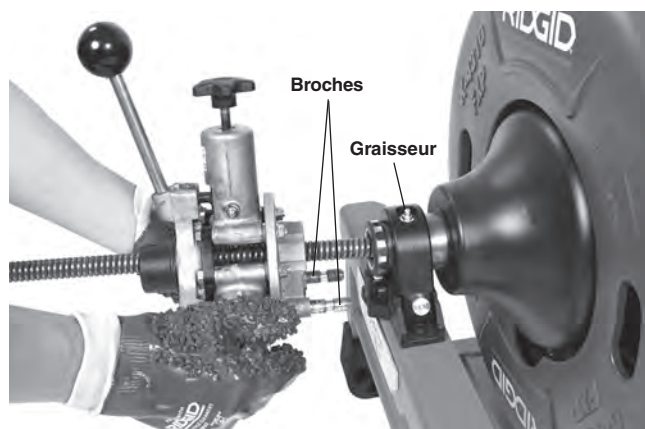

Figure 7 – Montage du système AUTOFEED
3. Enfilez le système AUTOFEED sur le câble, puis alignez ses broches sur les trous correspondants à l'avant du cadre (*Figure 7*).